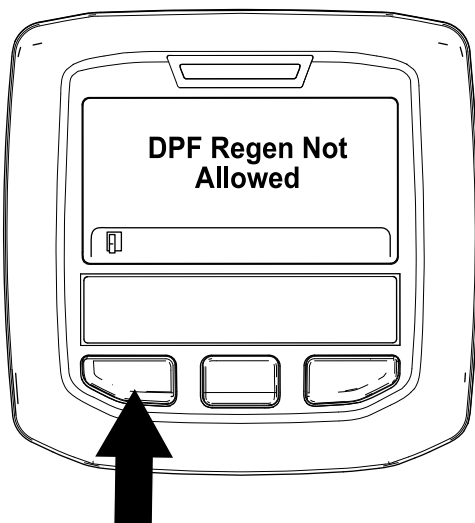

Figura 37
- Si el ordenador del motor no permite el proceso de regeneración, aparece el mensaje “DPF Regen Not Allowed” (Regeneración de DPF no permitida) en el InfoCenter (Figura 37). Pulse el botón de la izquierda para salir a la pantalla de inicio.